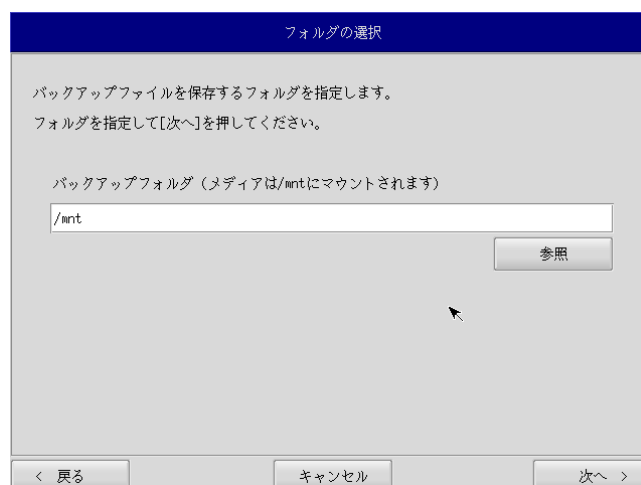

図 5-2-4. フォルダ選択画面
- ⑦ フォルダ選択画面（図 5-2-4）が表示されます。[参照]ボタンを押します。